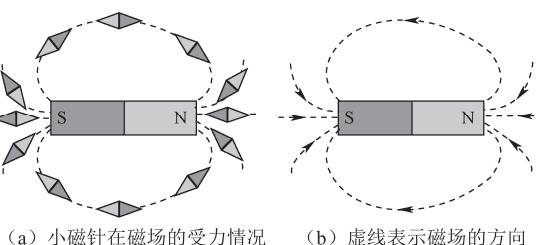

图 4-4 磁场方向图
磁场对处于其中的磁体、电流、运动电荷能够产生力的作用，如图 4-4 (a) 所示。
磁体上磁性最强的部分称为磁极。磁极分为北 (N) 极和南 (S) 极，并且是成对出现。磁场是有方向的，规定在磁场中任意一点的小磁针静止时，N 极所指的方向为该点的磁场方向。磁场的方向如图 4-4 (b) 所示。